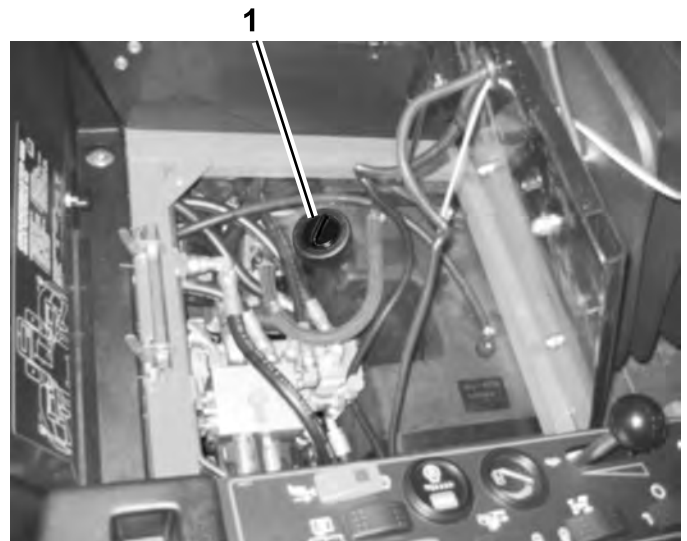

Bild 68
3. Füllen Sie den Tank (Bild 68) mit ungefähr 30 l Hydrauliköl, siehe „Prüfen der Hydraulikanlage“.